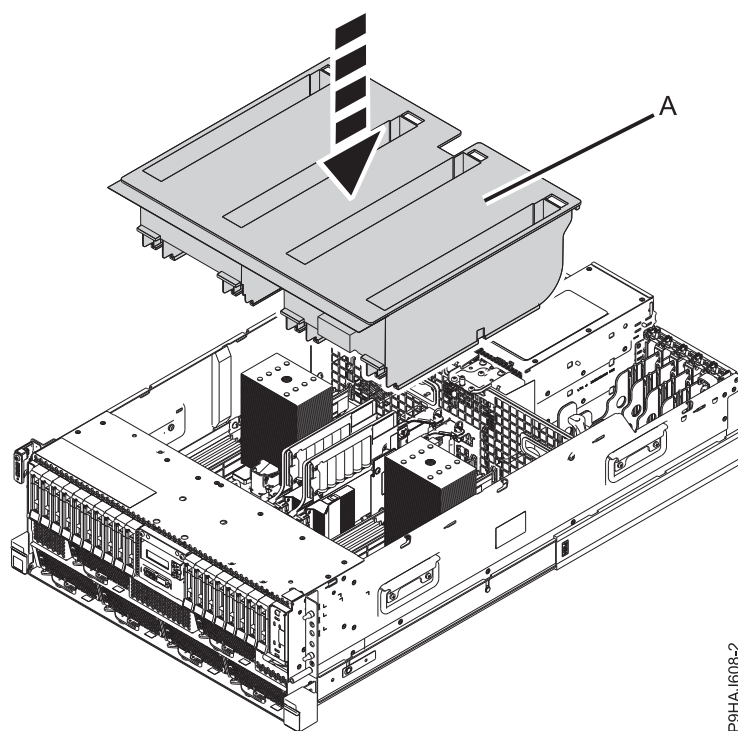
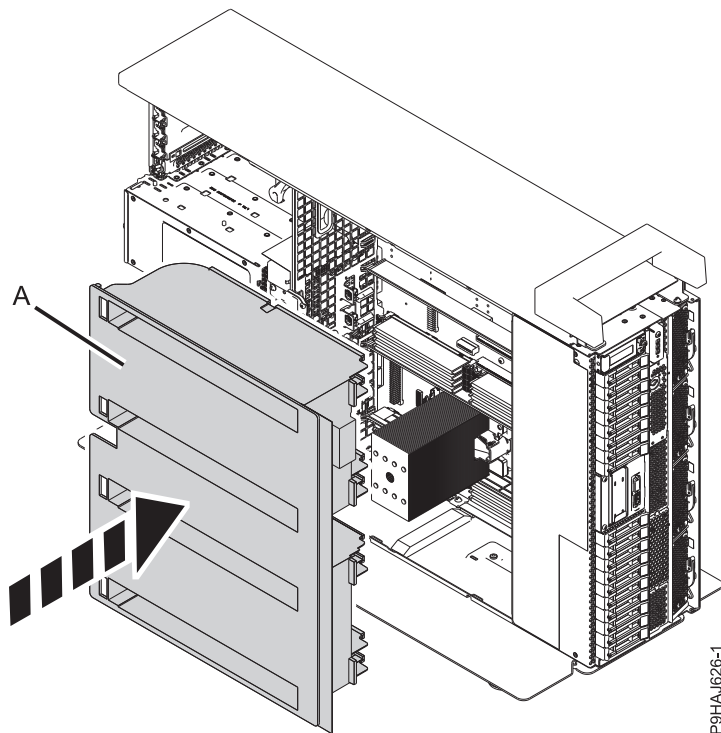

Figura 36. Com tornar a col·locar el deflector d'aire en un sistema muntat en bastidor
Figura 37. Com tornar a col·locar el deflector d'aire en un sistema autònom
2. Per un sistema muntat en bastidor, torneu a posar el deflector d'aire **(A)** dins del xassís, tal com es mostra a Figura 36. Per un sistema autònom, torneu a posar el deflector d'aire **(A)** dins del lateral del xassís, tal com es mostra a Figura 37 a la pàgina 52.